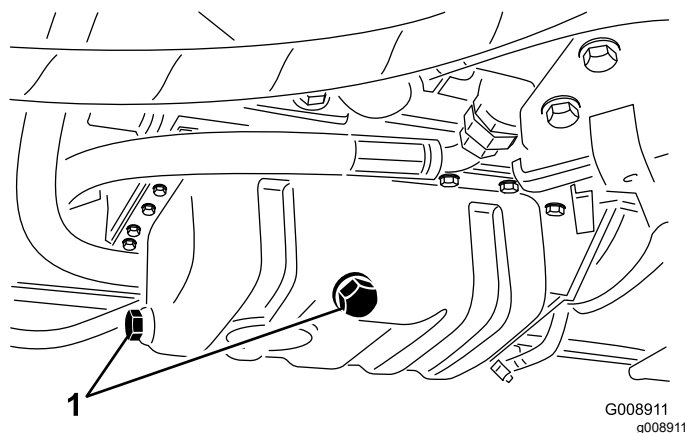

Figura 70
3. Togliete un tappo di spurgo (Figura 70) e lasciate defluire l'olio in una bacinella; quando l'olio smette di defluire, montate il tappo di spurgo.